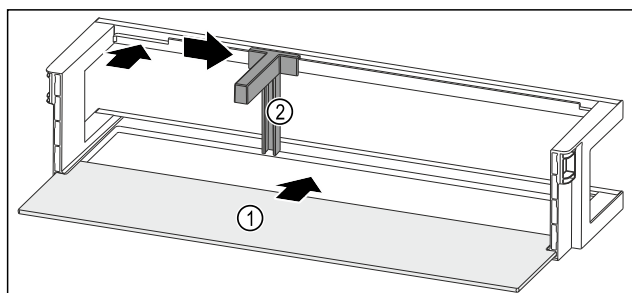

Fig. 104 Лотки на дверцятах з полицею
- ▶ Посуньте полицю Fig. 104 (1) у бічні пази.
- ▶ Вставте тримач пляшок Fig. 104 (2) у паз.
- ▶ Пересуньте тримач пляшок Fig. 104 (2) убік до бажаної позиції.